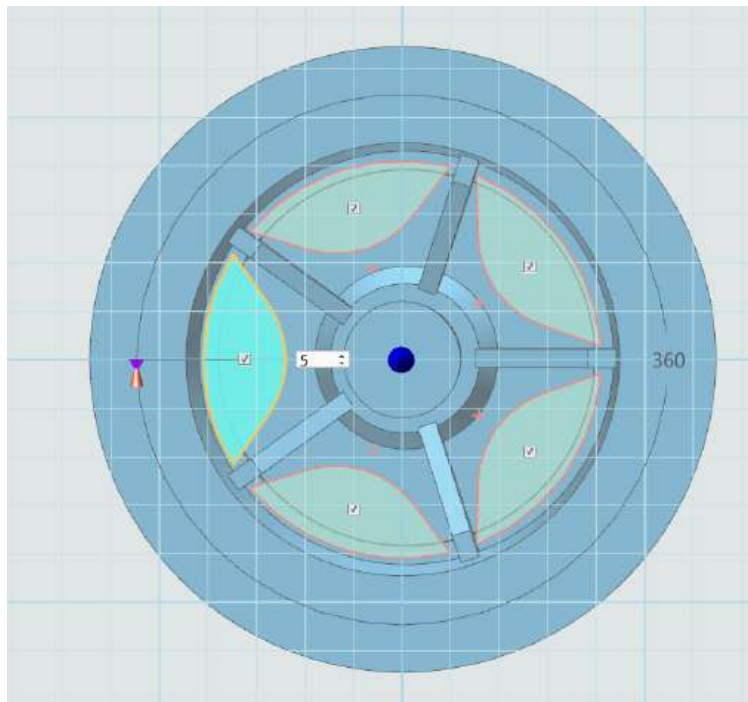

图 16-37
9. 点击基本编辑选择圆形阵列，操作如图 16-37 所示。